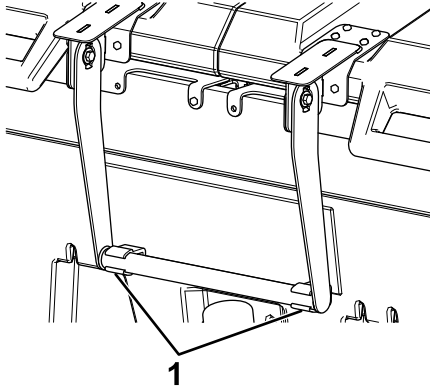

**Figura 24**
- Centre el asa en la tapa y fíjela con 12 tirafondos (Figura 24).